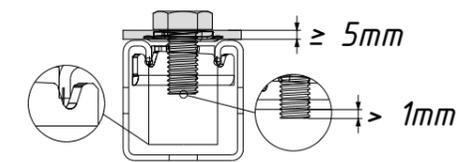

рис.2
- Монтажные гайки MT-TL/ MT-TL OC закручивать с использованием болта, соблюдая условия, показанные на рис. 2, с моментом затяжки равным:
- MT-TL M8 (OC) – 30 Нм;
- MT-TL M10 (OC) – 30 (40) Нм;
- MT-TL M12 (OC) – 60 Нм,
- MT-TL M16 (OC) – 90 Нм;